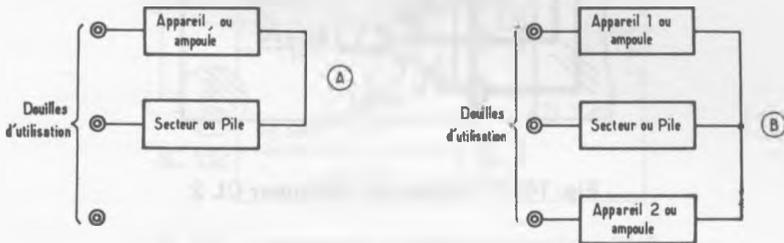

Fig. 144 – En A, le relais fonctionne en interrupteur : clignotement simple ; en B : le relais fonctionne en inverseur : clignotement double.
- de brancher un, ou deux relais, qui vont donc battre, « clignoter » également. Ces relais peuvent alors commander à leur tour d'autres allumages, ou tout autre dispositif. On arrive à des combinaisons et des possibilités très étendues. Rappelons à ce sujet en figure 144 les deux modes de branchements possibles aux douilles d'un relais qui bat en permanence.
Le potentiomètre P1 permet de faire varier le rapport signal/silence. C'est-à-dire que si l'on branche simplement une ampoule comme indiqué sur la figure 144, on peut faire varier le temps de l'allumage par rapport au temps de l'extinction pour chaque période.